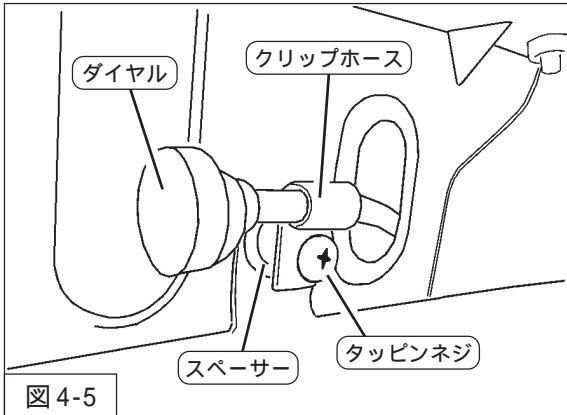
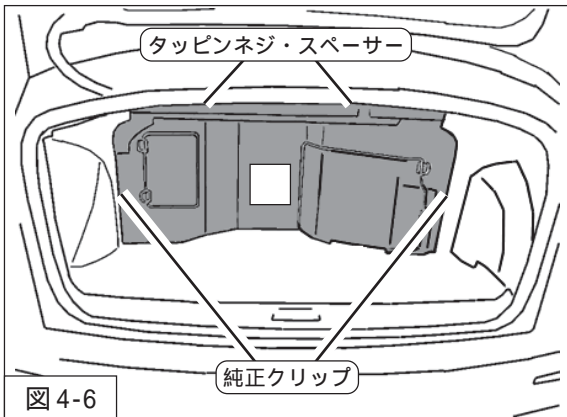

図4-5
図4-6
8. アウターケースにクリップホース（同梱品）を取付けてください。（図4-5）
9. アウターケースにダイヤルを取付けてください。（図4-5）
10. クリップ（2個・純正部品）・タッピンネジ（同梱品）・スペーサー（同梱品）を使用して、トランクの内装を車両に取付けてください。（図4-5・図4-6）